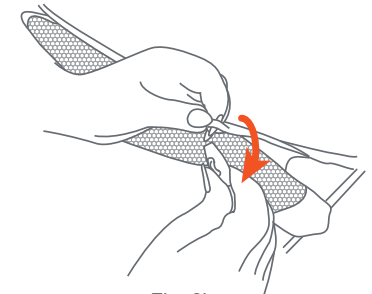

Fig. 8b
- **To open the airflow netting:** Unhook the fastener from the elastic loop to open the net (Fig. 8b).
- **Para abrir la malla para ventilar:** Desenganche el cierre del lazo elástico para abrir la malla (Fig. 8b).